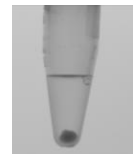

Abb.1: maximal empfohlene Pelletgröße
- 50 -200 µl von einer getrübten Probe, um nach der Zentrifugation ein Pellet von maximal 2 mm zu erhalten (vgl. Abb. 1)
- Die Größe des Pellets kontrollieren, es enthält die Zellen aus der Probe. Das Pellet darf eine Größe von ca. 2 mm Durchmesser nicht überschreiten (siehe Abb. 1). Falls nötig, einen Teil vom Pellet mit dem Überstand verwerfen